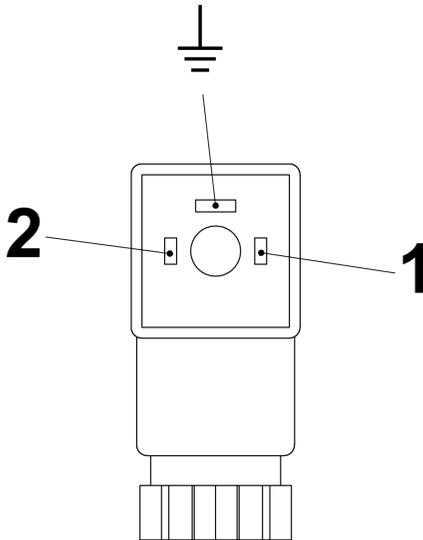
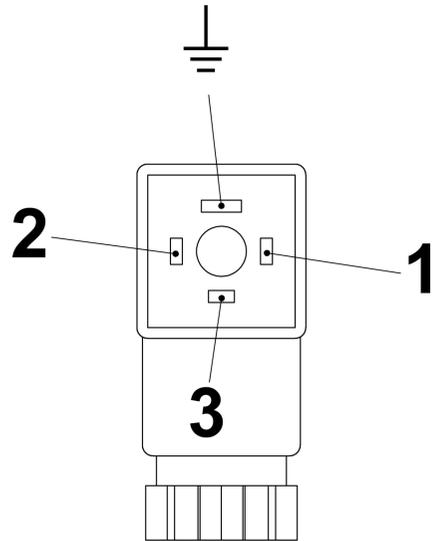

Abb. 24: Pin-Belegung Steckerdose Schließer (Form 15x50)
Abb. 25: Pin-Belegung Steckerdose Wechsler (Form 15x50)
6. ➤ Anschluss gemäß den Anschlussbildern ( Abb. 24 und Abb. 25) vornehmen